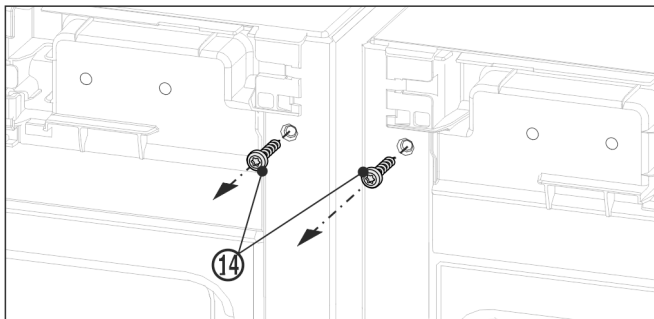

Fig. 11
- ▶ Pred namestitvijo zgornjega kotnika izvijte oba ozemljitvena vijaka Fig. 11 (14).